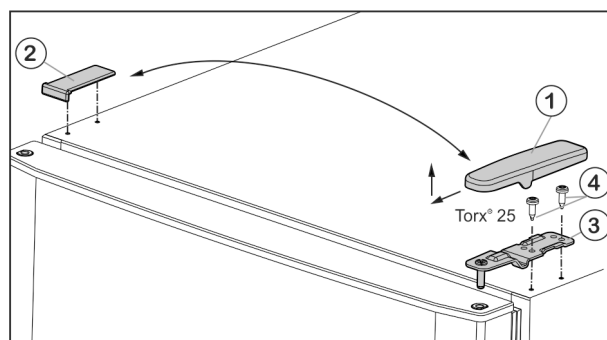

Fig. 5
- ▶ Kryt Fig. 5 (1) stáhněte dopředu a nahoru.
- ▶ Kryt Fig. 5 (2) zvedněte.
- ▶ Horní stojan ložiska Fig. 5 (3) odšroubujte (2 krát Torx® 25) Fig. 5 (4) a stáhněte nahoru.
- ▶ Horní stojan ložiska Fig. 5 (3) vložte na nové straně závěsu do dvířek.
- ▶ Horní stojan ložiska **pevně přišroubujte (4 Nm)** (2krát Torx® 25) Fig. 5 (4). Popřípadě použijte akumulátorový šroubovák.
- ▶ Kryt Fig. 5 (1) na opačné straně zvenčí nasadte a nechte zaklapnout.
- ▶ Kryt Fig. 5 (2) vždy na opačné straně shora nasadte a nechte zaklapnout.